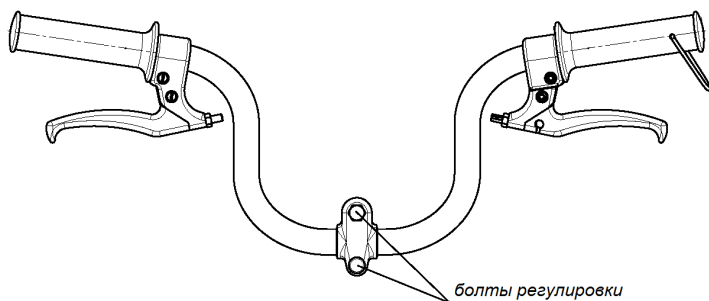

Рис. 3
- 5.7 Сидя на мототрансформере установить удобное для водителя положение руля, после чего зафиксировать его болтом выноса руля (рис. 3)